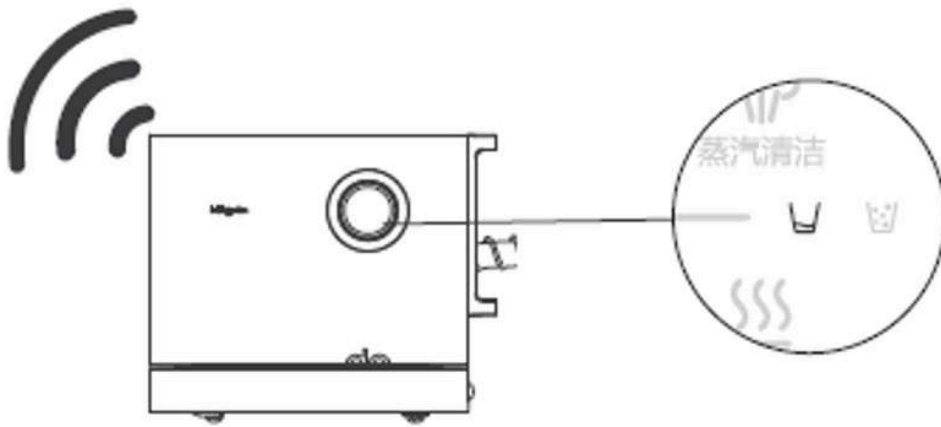

Fig. 14
1. Tijdens het werkproces (water spuiten of stomen) geeft het apparaat een geluidsmelding en wordt de huidige functie geannuleerd. De bijvulindicator van de schoonwatertank gaat knipperen als er geen water in de schoonwatertank zit. Op dat moment moet de schoonwatertank worden bijgevuld (zie fig.14).